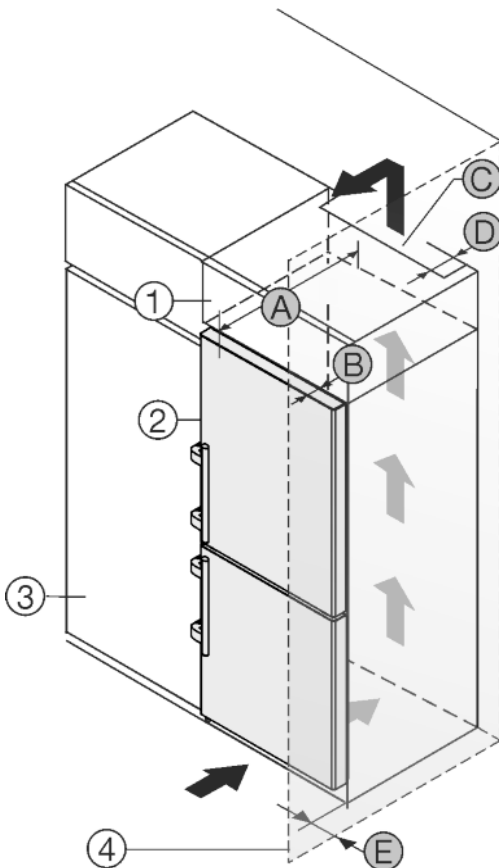

Fig. 26
Ierīci var iebūvēt virtuves skapjos. Lai salāgotu ierīci Fig. 26 (2) ar nišas augstumu, virs tās var ierīkot uzliekamu skapīti Fig. 26 (1).
Ierīci var uzstādīt tieši blakus virtuves skapim Fig. 26 (3). Lai varētu pilnīgi atvērt durvis, ierīcei jābūt izvirzītai par dziļumu Fig. 26 (B) attiecībā pret virtuves skapja priekšdaļu. Atkarībā no virtuves skapju dziļuma un sienas spraišu izmantošanas ierīce var būt vairāk izvirzīta.
- Uzliekamā skapīša aizmugurē ir jābūt ventilācijas spragai ar dziļumu Fig. 26 (D) visa uzliekamā skapīša platumā.
- Zem telpas grieztiem jāievēro ventilēšanas šķēsgriezums Fig. 26 (C).
Ja ierīce ar šarnīriem tiek uzstādīta blakus sienai Fig. 26 (4), jāievēro attālums Fig. 26 (E) starp ierīci un sienu. Tas atbilst atlikušajam attālumam līdz rokturim pie atvērtām durvīm.